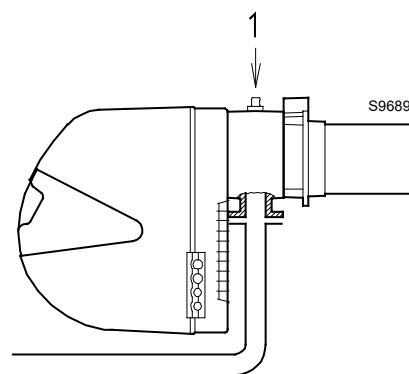

Abb. 20
Gasdruck, an der Entnahmestelle 1)(Abb. 20) gemessen mit:
Strömungsverlust Gasdrossel 2)(Abb. 20) bei maximaler Öffnung: 90°.
Lastverlust Gasstrecke 3)(Abb. 20) einschließlich: Regelventil VR, Sicherheitsventil VS (beide bei maximaler Öffnung), Druckregler R, Filter F.
- vom Gasdruck am Anschluss 1)(Abb. 20) den Druck in der Brennkammer abziehen.
Gasdruck an der Entnahmestelle 1)(Abb. 20) = 8,6 mbar
Um stattdessen den an der Entnahmestelle 1) notwendigen Gasdruck zu ermitteln (Abb. 20), nachdem die höchste Modulationsleistung festgelegt wurde, bei der Brenner arbeiten soll:
- Lesen Sie rechts, in Spalte 1, den Druck an der Entnahmestelle 1)(Abb. 20) ab.
An der Entnahmestelle 1)(Abb. 20) erforderlicher Druck.